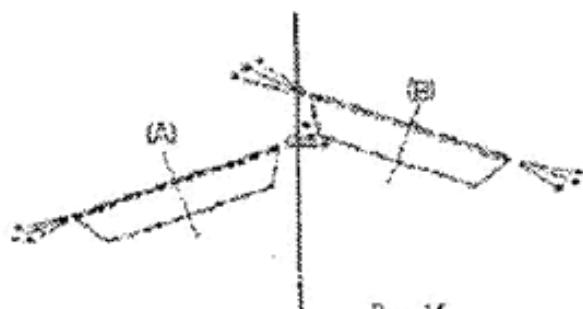

Рис. 15
12. Нормальная заточка (см. Рис. 15, 16 и 17)
Заточка осуществляется нормально, если потоки искр, создаваемые точильными кругами (A) и (B) выглядят одинаково, как показано на Рис. 15. Режущая кромка ножа должна быть заточена одинаково с обеих сторон, как показано на Рис. а.